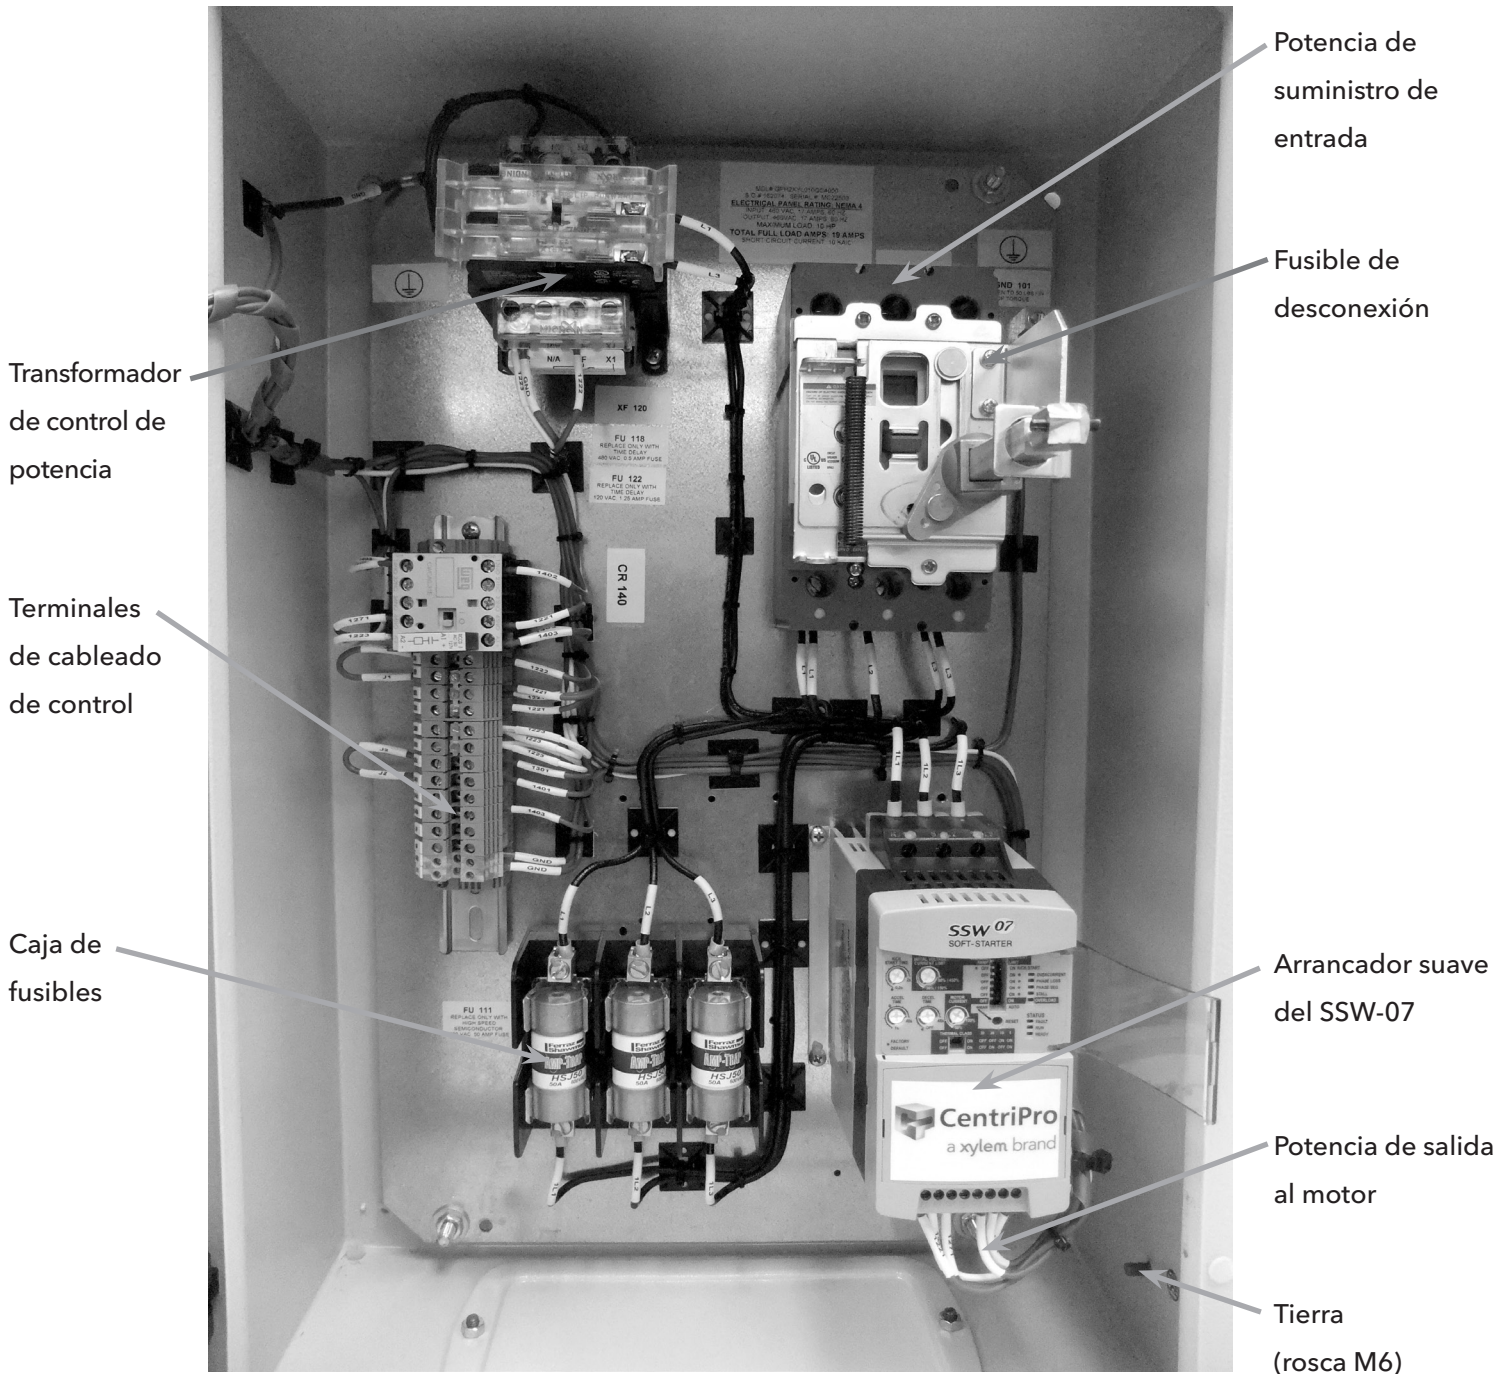

FIGURA 1 - Disposición interna del panel
2. Conecte los cables de alimentación de entrada trifásica a R, S y T en el terminal de alimentación (consulte la Figura 1). Conecte los cables del motor a U, V, W en el terminal de alimentación y conecte el cable de TIERRA a PE \perp en el chasis (consulte la Figura 1). **Nota:** Solo se pueden utilizar motores trifásicos de corriente alterna.